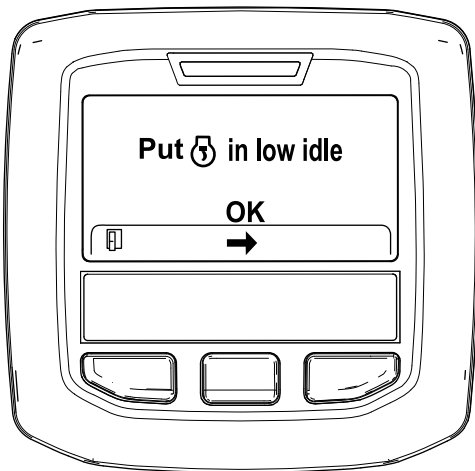

Figura 47
6. Mova o controle da aceleração para RALENTI BAIXO e prima o botão central (Figura 47).